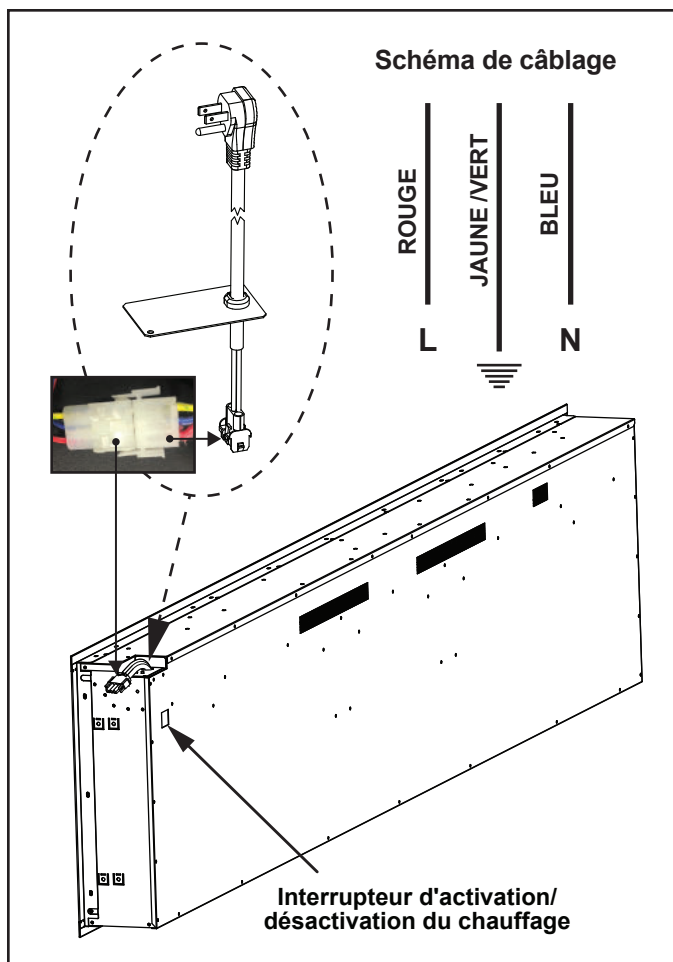

Figure 4.3 Cordon d'alimentation optionnel
3. Connectez le connecteur à trois fils conducteur de l'appareil au bornier fourni avec l'ensemble de cordon d'alimentation. Voir la figure 4.3.